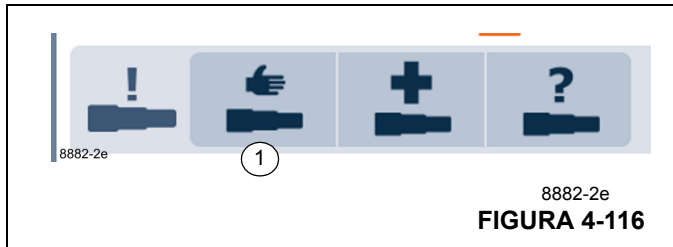

FIGURA 4-116
Para abrir: Seleccione el símbolo (1) y confirme – el menú se abre (Figura 4-116).